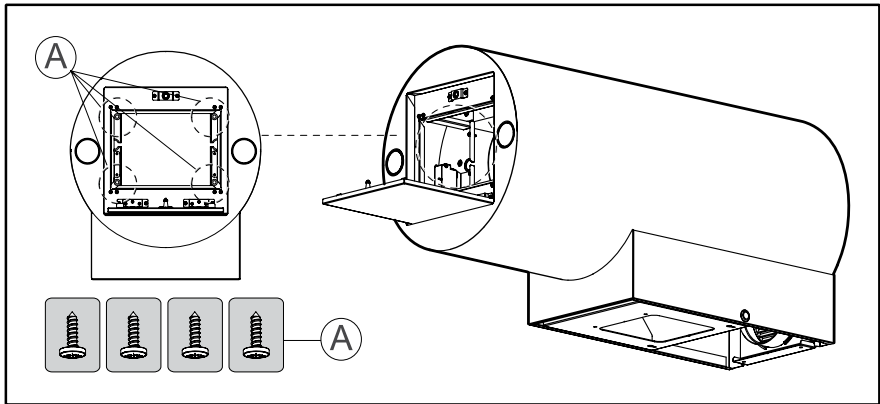

Рис. 8
1. Поместите вытяжку на ровную поверхность и выверните четыре шурупа **A**, как показано на рис. 8.